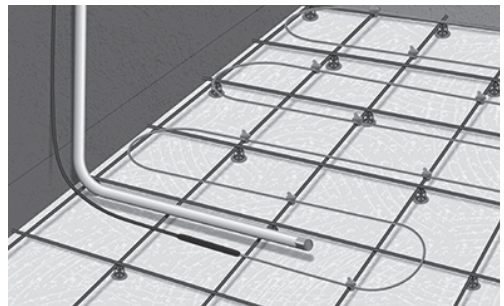

Рис. 6. Расположение гофрированной трубки/датчика между кабелями
8. При желании установите трубку для кабеля датчика температуры пола. Убедитесь, что датчик находится на одном уровне с кабелем и между петлями. Загерметизируйте конец трубки для кабеля (рис. 6).